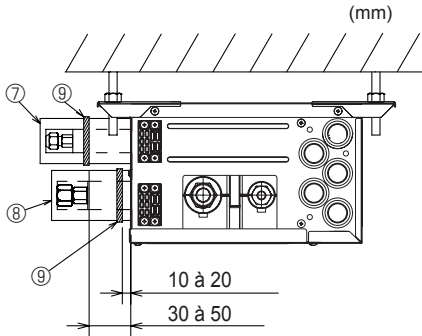

Fig. 7-4
- ⑦ Sangle ⑨
- ⑧ Cache-tuyaux ③ ④ ⑤ ⑥
- ⑨ Serrer
- ⑩ Tuyau de réfrigérant
- ⑪ Isolant thermique pour tuyau de réfrigérant
► Appliquer les procédures suivantes aux composants du boîtier de dérivation qui ne sont pas raccordés à un appareil intérieur. (Fig. 7-4)
- (1) Afin d'éviter toute fuite de réfrigérant, veiller à serrer les raccords coniques conformément aux couples de serrage indiqués* dans le Tableau 3.
- (2) Pour éviter la condensation, mettaient en place les cache-tuyaux ⑦ et ⑧ contre l'unité et attachez-les à l'aide des sangles ⑨ fournies.